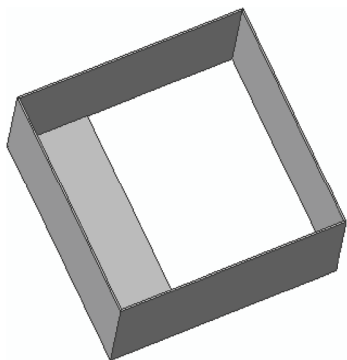

图 13-36 打开模型文件
STEP 01 单击快速访问工具栏中的“打开”按钮，打开模型文件，如图 13-36 所示。